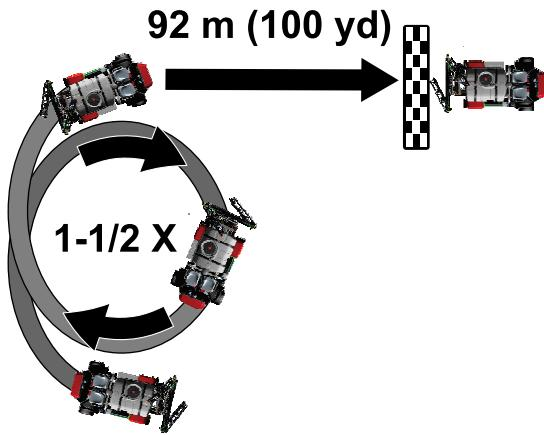

Рисунок 74
- Проведите машину по кругу на 1-1/2 оборота (Рисунок 74).
- Проведите машину по прямой линии 92 метра. См. рис. Рисунок 74.